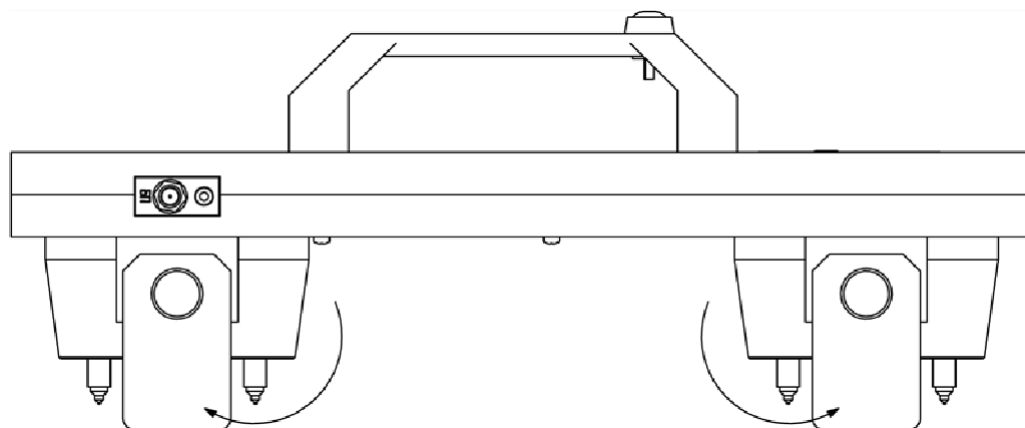

Рис. 6.1.
6.3.1 Для проведения измерений сопротивления неизолирующего стыка необходимо расположить прибор так, чтобы рельсы стыка проходили между ограничительными пластинами (повернуть их как показано на рис. 6.1.), а потенциальные (центральные) измерительные электроды располагались симметрично относительно зазора контролируемого рельсового стыка.